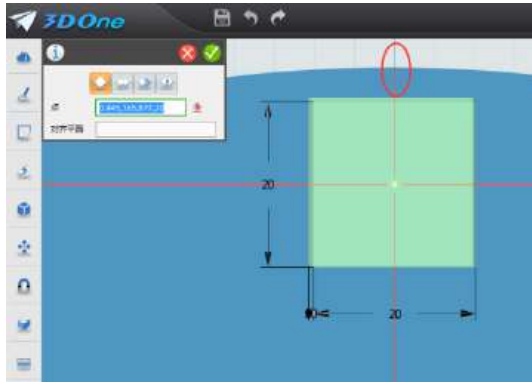
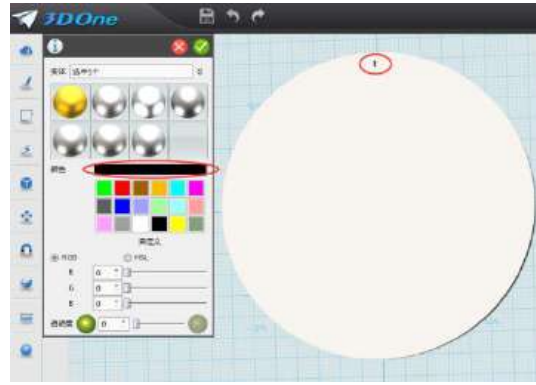

图 11-3
图 11-4
3.绘制整点刻度：鼠标移到屏幕最左侧第一个图标“基本实体”命令里面的“六面体”命令，鼠标移动到圆柱体上方，如图 11-3 所示位置，使得绘制的六面体中线与圆柱体中线对齐，绘制长 8，宽 3，高 2 的小长方体。鼠标选取“材料渲染”命令，分别把表盘渲染成白色，把小长方体渲染成黑色，如图 11-4，确定完成。